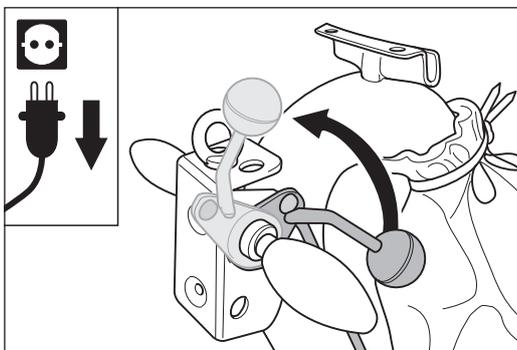

Abb. 56 Um die Schleifwalze vom Boden abzuheben den Ablasshebel nach oben drehen.
- 3 Heben Sie die Schleifwalze vom Boden ab, indem Sie den Ablasshebel nach oben drehen (Abb. 56).